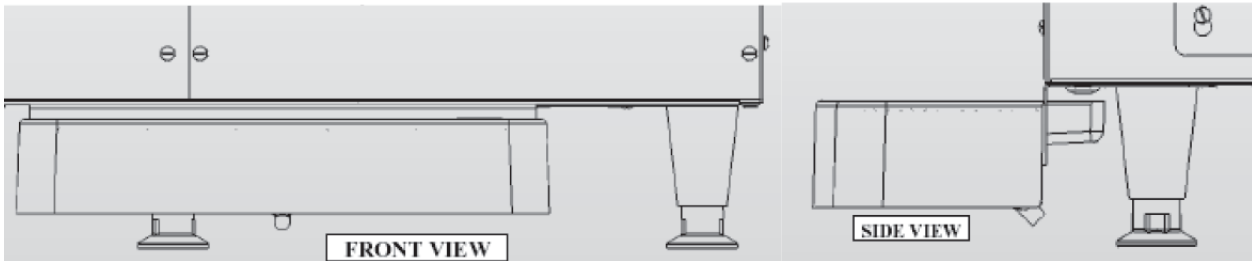

Fig. 3
3. Inserte la bandeja de goteo en el soporte de montaje (Fig. 3). Asegúrese de que la conexión de drenaje sobresalga a través del orificio.